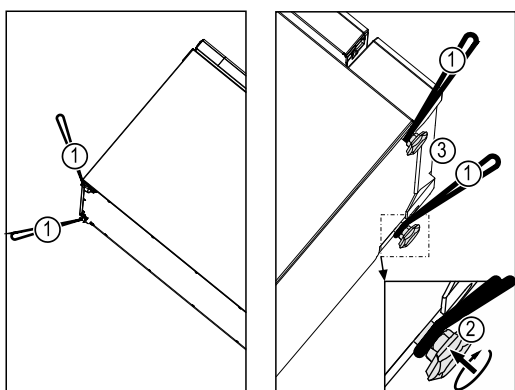

Fig. 6
- Kierrä Fig. 6 (2) laitteessa oleva säätöjalka sisään voidaksesi käyttää alempia kuljetuslenkkejä.
- Käytä kaikkia neljää kantolenkkiä Fig. 6 (1).